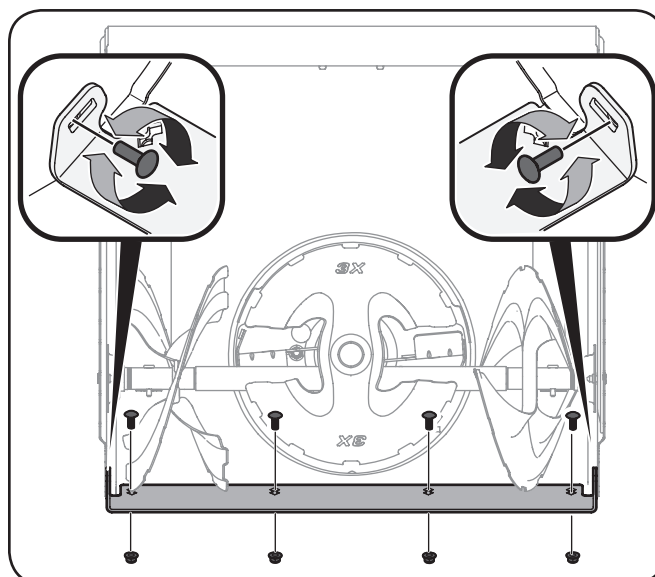

Figure 6-3
2. Installez la nouvelle plaque de raclage. Assurez-vous que les têtes des boulons de carrosserie sont à l'intérieur du boîtier. Serrez bien les écrous. Voir Figure 6-3.